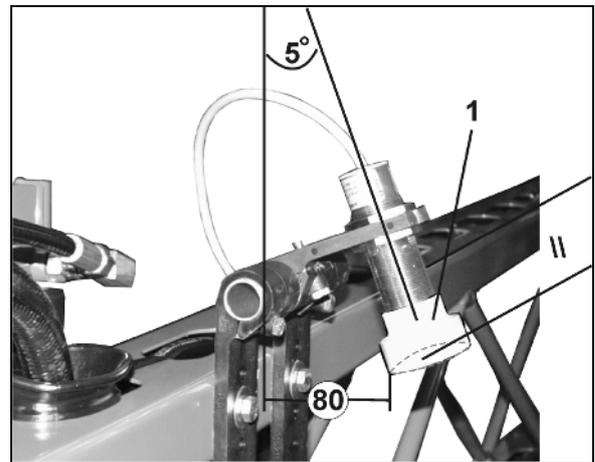

图 84
超声波传感器（图 84/1）测量到地面或作物的距离。如果一侧偏离了所需高度，DistanceControl 控制斜度调节器以调节高度。如果地形呈两端上升态势，高度调节器会抬高整个喷杆。
- 参见 图 84